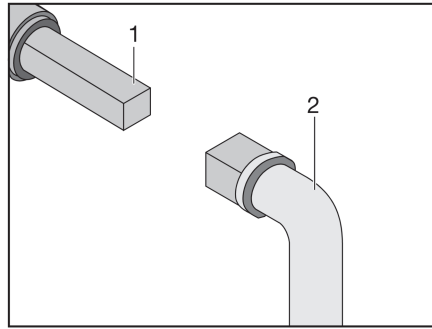

Fig. 232 Manejo del grifo para la eliminación de aguas residuales
- Insertar la llave (Fig. 232,2) en el cuadrado (Fig. 232,1).